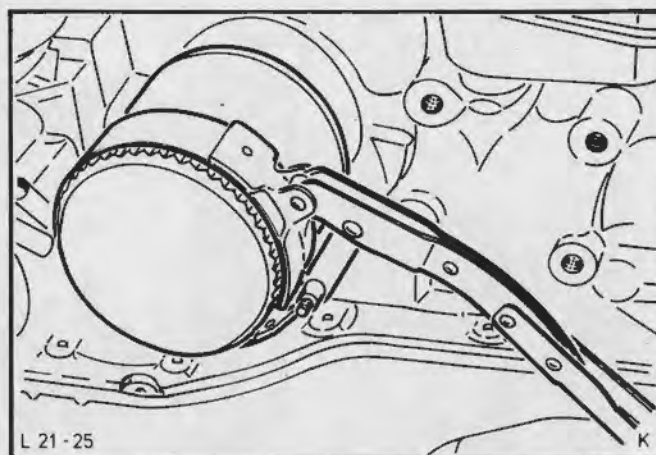

Fig.30. Skru oliefiltret af med en filternøgle
2. Tap olien af motoren. Afmonter oliefiltret med en oliefilternøgle, Fig.30. Tag oliemålepinden ud.